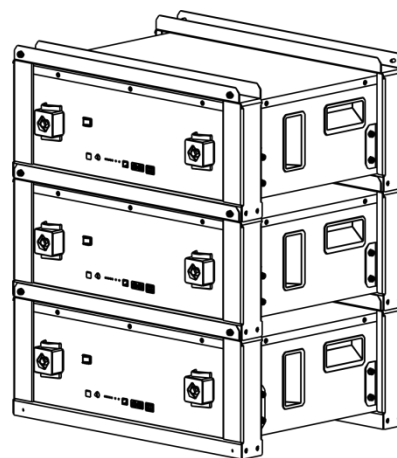

Figura 3-6
5. Empilhe o número desejado de combinações de bateria e suporte da maneira acima e fixe o parafuso com uma força de torção de  $9,8 \text{ N} \cdot \text{m}$ , conforme mostrado na Figura 3-6.